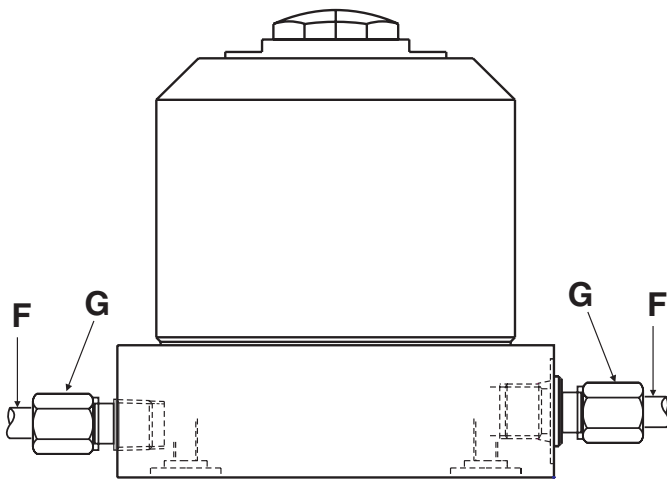
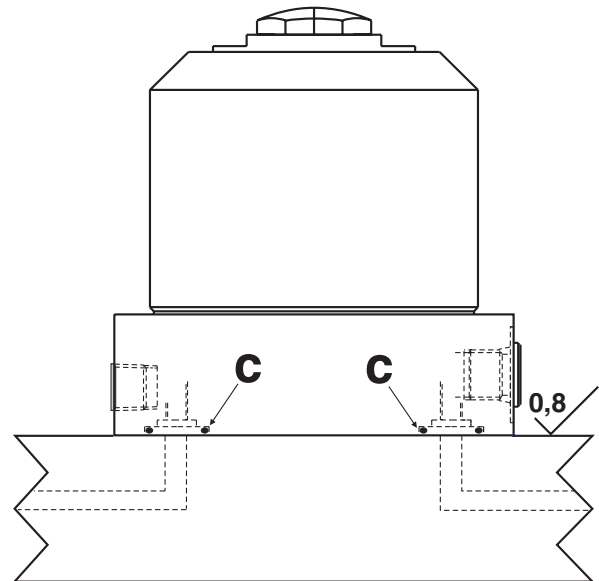

Figura 4 - Portapieza con "purga de aire" / "resorte de aire" usando la lumbrera de respiradero lateral
Figura 5 - Portapieza con "purga de aire" / "resorte de aire" usando la lumbrera de respiradero del colector
1. Conecte una línea de suministro de aire (F) a la lumbrera lateral de respiradero (vea la Figura 4) o a la lumbrera de respiradero del colector (vea la Figura 5). Si se conecta a la lumbrera lateral de respiradero, quite primero el adaptador de respiradero. Si se conecta a la lumbrera de respiradero del colector, saque el tapón roscado y la empaquetadura de cobre de la lumbrera, lubrique el anillo "O" provisto con una capa liviana de aceite e instálelo en el agujero contrataladrado que rodea la lumbrera.
3. Conecte una línea de suministro de aire (F) a la lumbrera lateral de respiradero (vea la Figura 4) o a la lumbrera de respiradero del colector (vea la Figura 5). Si se conecta a la lumbrera lateral de respiradero, quite primero el adaptador de respiradero. Si se conecta a la lumbrera de respiradero del colector, saque el tapón roscado y la empaquetadura de cobre de la lumbrera, lubrique el anillo "O" provisto con una capa liviana de aceite e instálelo en el agujero contrataladrado que rodea la lumbrera.